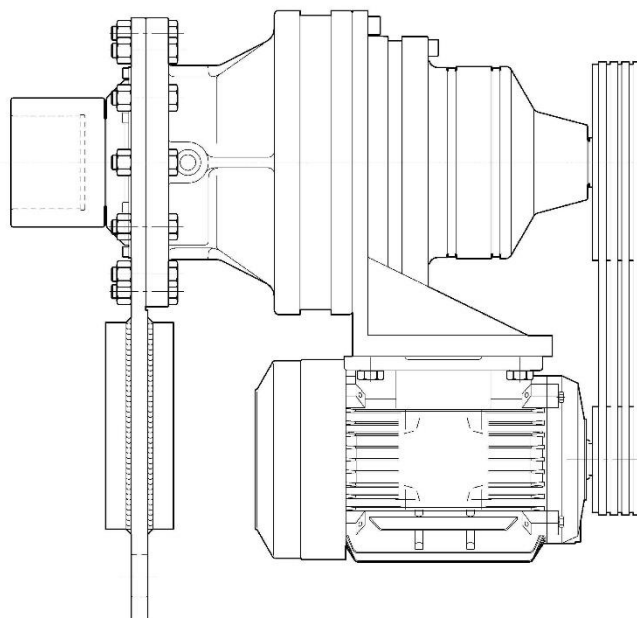

Рисунок 8. Пример установки ременного привода на вход редуктора с реактивной штангой.
**ВНИМАНИЕ!** При данной схеме установке редуктора, двигатель допускается устанавливать только на редуктор. Не допускается использовать двигатель на собственных опорах (Рисунок 8).